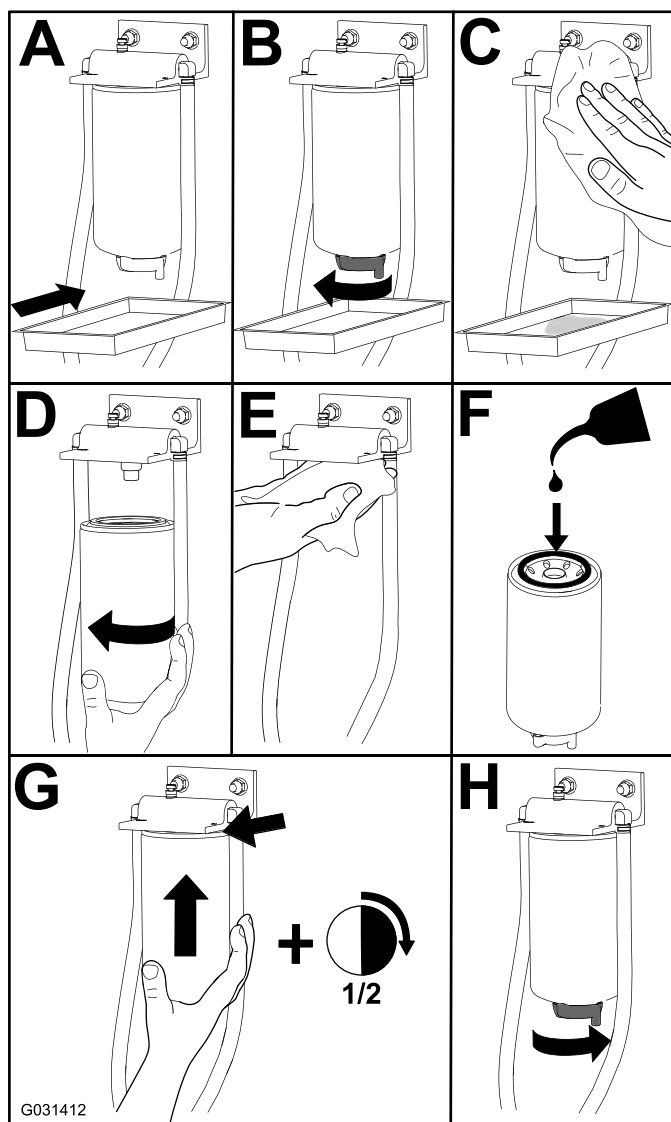

Figura 120
1. Înlocuie filtrul aa cum se arată în Figura 120.